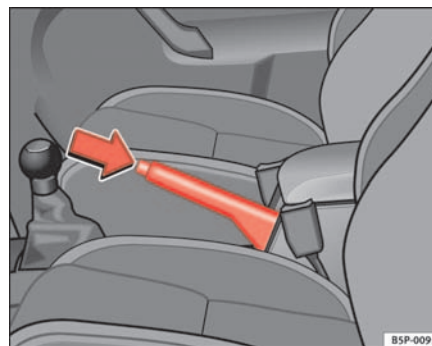

Abb. 141 Handbremse zwischen den Vordersitzen
⇒ Abb. 141.
- Ziehen Sie den Hebel etwas nach oben, drücken Sie den Entriegelungsknopf in Pfeilrichtung ⇒ Abb. 141 und führen Sie den Handbremshebel ganz nach unten ⇒ .